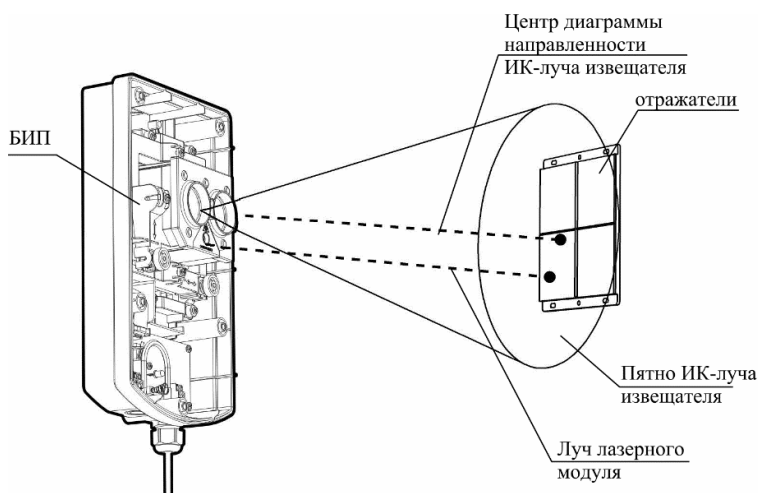

Рис. 5
6.2. Для включения лазерного модуля необходимо перевести переключатель "LASER" (13 рис.1) в положение ON. Процесс настройки сводится к совмещению пятна луча лазерного модуля с отражателями (см. рис.5) с помощью ручек юстировки оптической системы по углу горизонтали (6 рис.1) и вертикали (7 рис.1).